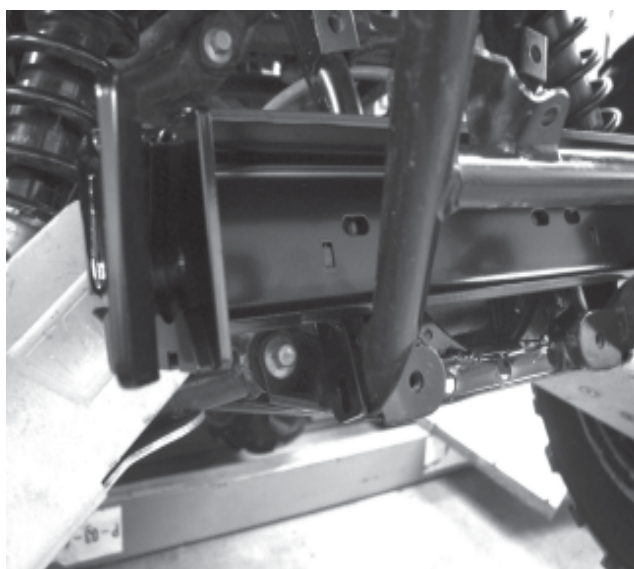

Figure 2
3. Glissez la plaque de montage de la lame en place par l'ouverture latérale du VTT (figure 2). La plaque de montage de la lame doit reposer devant les rails du cadre. Les deux languettes de montage inférieures de la plaque de montage de la lame s'alignent avec les fixations M8 enlevées à l'étape 2.